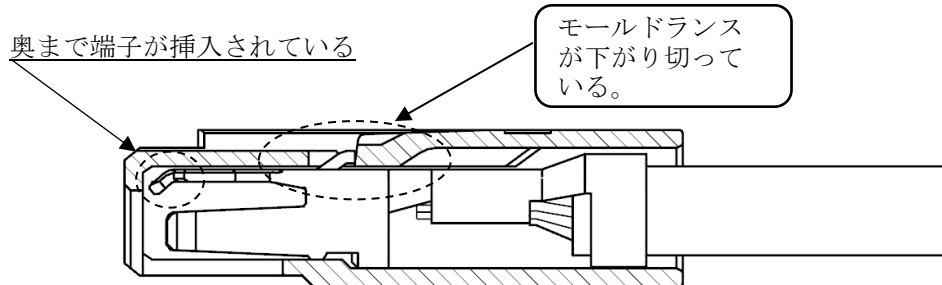

Fig.6-4 正しく装着されている場合
- ⑤ すべての端子の装着後、リセプタクルハウジングのモールドランスを間口より覗き、モールドランス部の位置を確認してください。正しく装着されている場合は、端子ランス部がきちんとモールドランスを乗り越えた位置にあり、挿入軸方向に軽く振ると隙間が確認出来ます。(Fig.6-4/6-5)